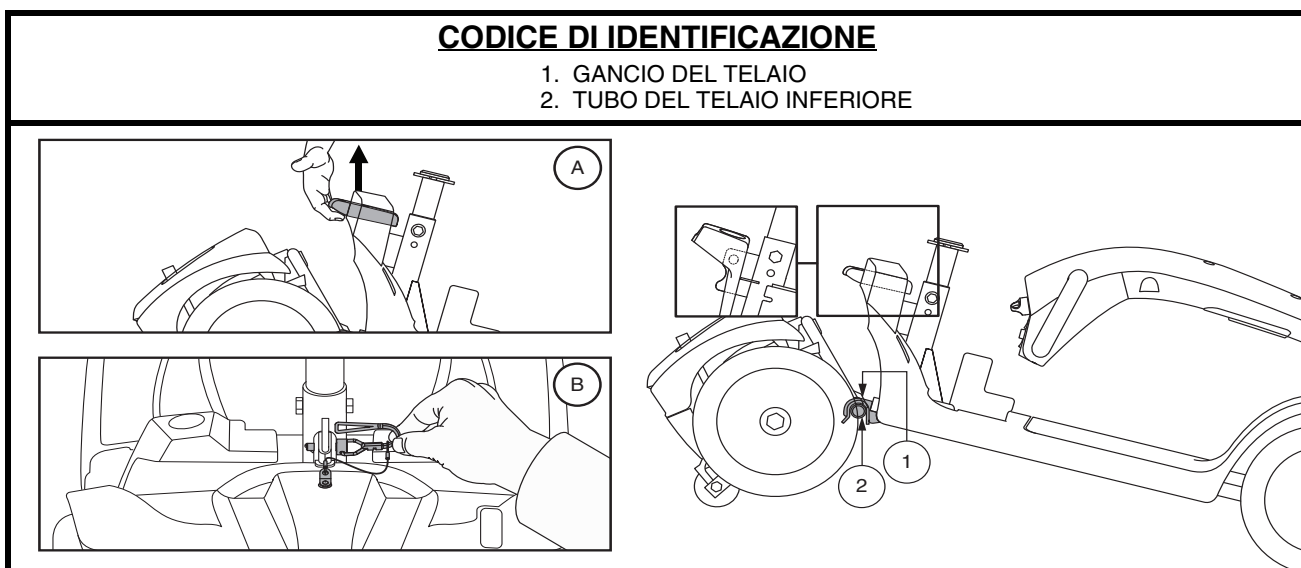

Figura 23. Leva di rilascio del telaio (Stile A) e Perna di chiusura del telaio (Stile B)
3. Rimuovere il perno di chiusura. (Solo modello 104.) **Vedere figura 23.**
1. Posizionare sezione posteriore e sezione anteriore dello scooter come da **figura 23**.
2. Usare la leva di rilascio del telaio (o il piantone del sedile per il modello 104) per sollevare la parte anteriore mentre si allineano i ganci del telaio della parte anteriore con il tubo del telaio inferiore della sezione posteriore. **Vedere figura 23.**